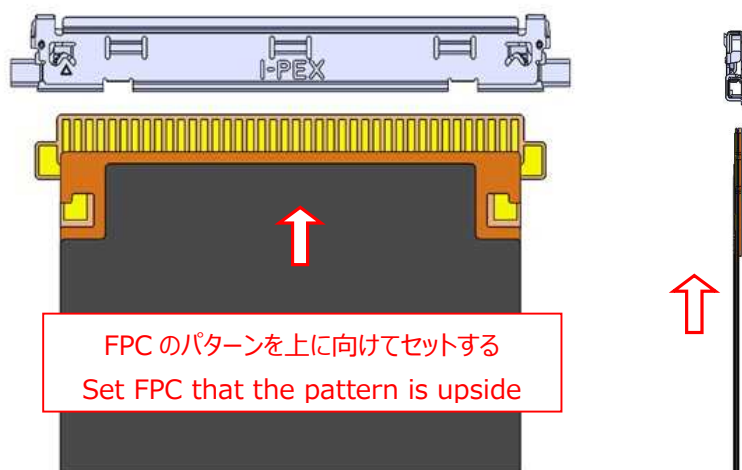

Fig 3. FPC insertion method 1
①図 3 の様に、FPC のパターンを上に向けて SHELL に対し水平にセットする。
Please set FPC to SHELL horizontally as shown in Fig 3.